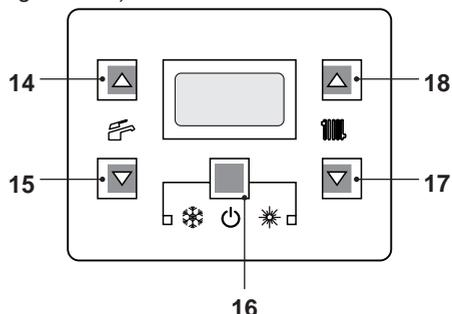
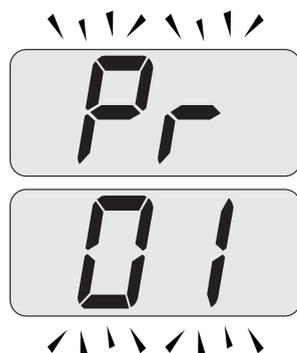
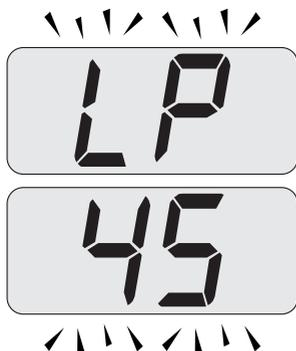

Figura 9.20
Figura 9.21
Figura 9.22
- Entrare in "modalità programmazione" premendo contemporaneamente per 10 secondi i tasti 16 - 17 - 18 (Figura 9.20) fino a far apparire sul display LCD le lettere **Pr** che si alternano con il codice **01**, indicanti l'entrata nel "parametro 01" (Figura 9.21).
- Premere contemporaneamente i tasti 17 e 18 (Figura 9.20) fino a far apparire sul display LCD le lettere **LP** che si alternano con il valore di temperatura dell'acqua di riscaldamento (es. **45**), indicanti l'entrata nell'attivazione della "funzione spazzacamino" alla potenza minima in sanitario (Figura 9.22).
- Premendo il tasto 18 (Figura 9.20) è possibile variare la potenza in modalità spazzacamino: con visualizzazione sul display LCD delle lettere **hP** che si alternano con il valore di temperatura dell'acqua di riscaldamento (es.32), siamo in "funzione spazzacamino" alla potenza minima in riscaldamento (Figura 9.23).
- Ripremendo contemporaneamente per 10 secondi i tasti 16 - 17 - 18 (Figura 9.20) si esce dalla "modalità spazzacamino" e si ritorna allo stato di caldaia precedentemente impostato (Figura 9.26).